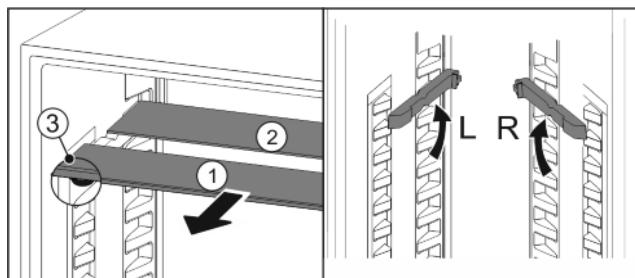

Fig. 20
- Издърпайте Fig. 20 (1) поотделно стъклените площи напред.
- Стъклената плоча Fig. 20 (1) с ограничителя на изтеглянето е отпред.
- Ограничителите сочат надолу Fig. 20 (3).